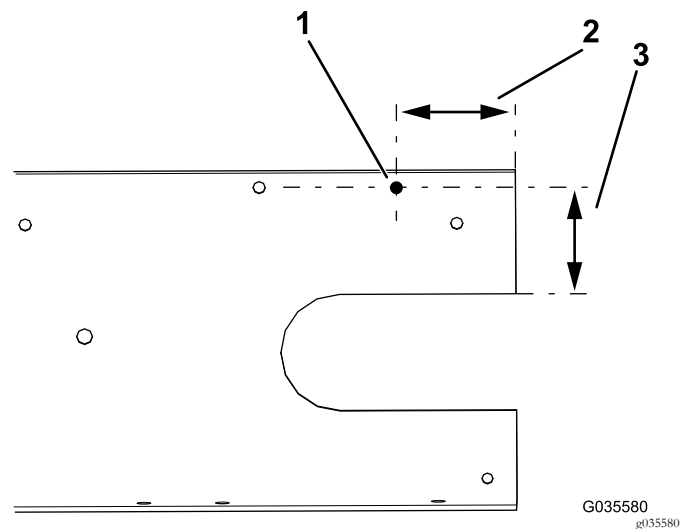

Figure 8
7. Percez un trou sur le côté droit du support ISO ; voir la Figure 8 pour connaître l'emplacement correct du trou.
Remarque: Ne percez pas un trou de trop grand diamètre dans l'élément n° 1 indiqué sur la Figure 8 car vous ne pourrez alors pas monter la vis autotaraudeuse.